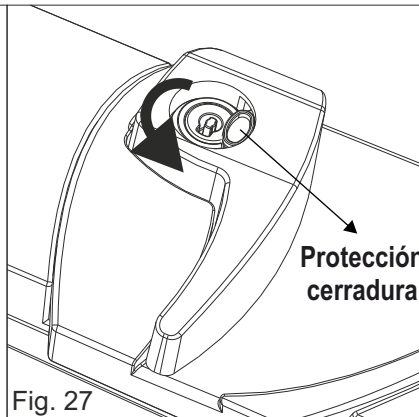

Fig. 27
- 1) Rotar la protección de la cerradura en sentido antihorario (Fig. 27)